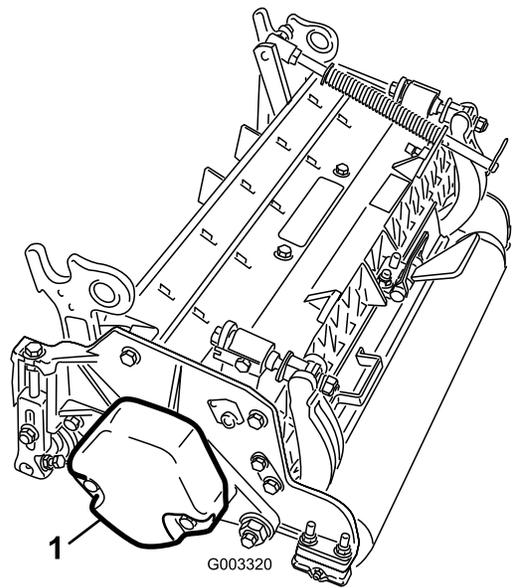

图4
4. 按照滚刀组图4操作员手册的描述确保将配重块安装到滚刀组正确的一端上。